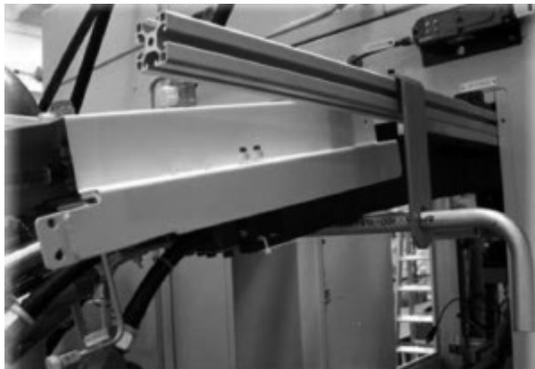

图 9 能源铰链槽的吊挂
(6) 卸下 Z 轴能源铰链槽, 然后将该槽向后展开, 挂到连接杆上, 如图 9 所示。